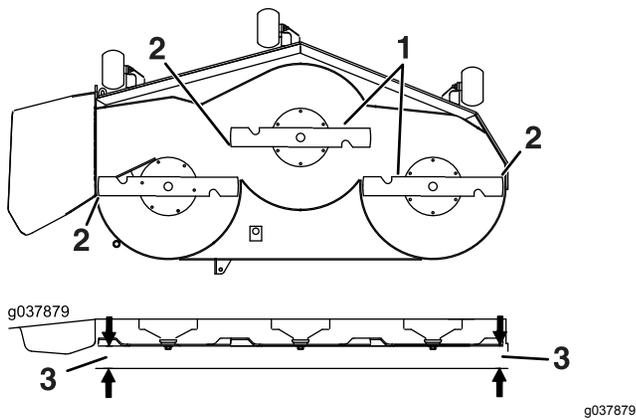

Figure 119
6. Mesurez la distance entre la pointe des lames et le sol plat (Figure 119). Si les deux mesures diffèrent de plus de 5 mm (3/16 po), ajustez
13. Tournez prudemment les lames pour qu'elles soient parallèles dans le sens transversal (Figure 119).